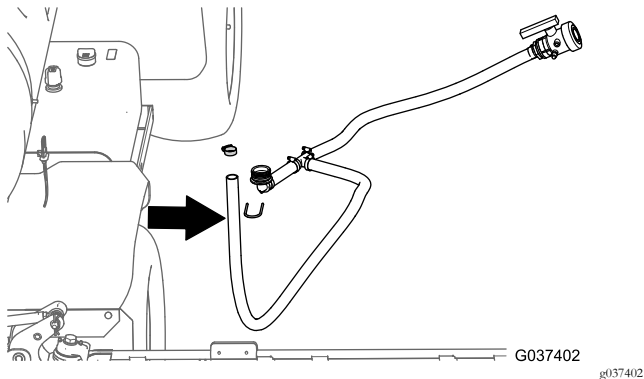

図 30
5. 機体から、バイパスホースとドレンホースを外す 図 30。